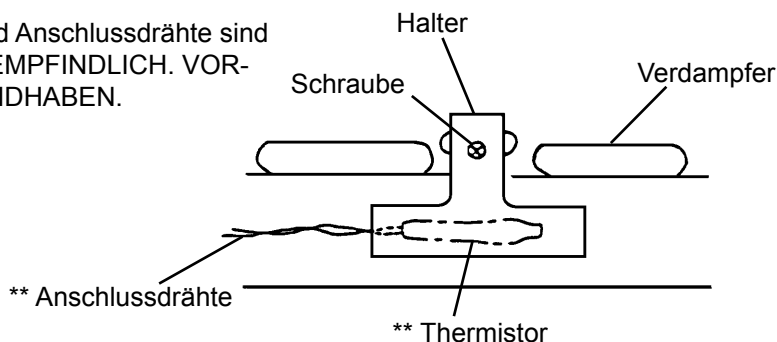

Abb. 16
- 5) Den neuen Thermistor in umgekehrter Ausbaureihenfolge einbauen und dazu eine Dichtungsmasse (mit hoher Wärmeleitfähigkeit) verwenden. Siehe Abb. 16.